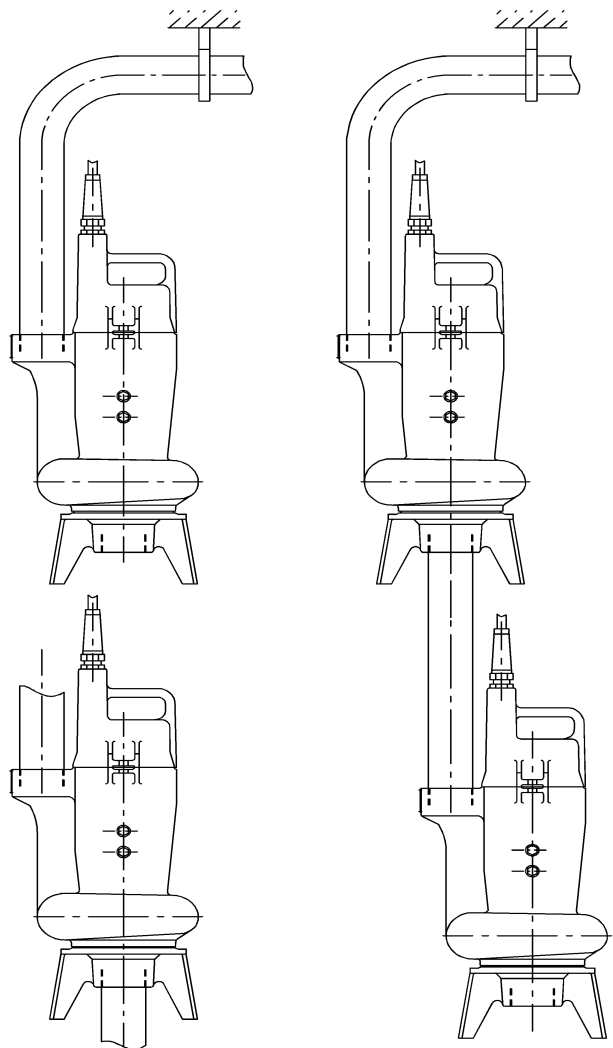

рис. 1
- а) Насос может быть установлен непосредственно на трубе выхода (рис.1). Он может также устанавливаться непосредственно в выкачиваемую среду.
- б) чтобы достигнуть большего напора, насос может устанавливаться также двухступенчато (2 насоса в серии). Второй насос устанавливается сразу над выходом первого (рис.1а).
рис. 1а
Насосы A2QR2 / A2QR4 и A2QS2 / A2QS4 / A2QE4 могут достаточно охлаждаться воздухом, если температура не превышает +40°C. Этот тип насосов не требует размещения в выкачиваемой среде! Возможна установка, описанная выше.(рис. 1).